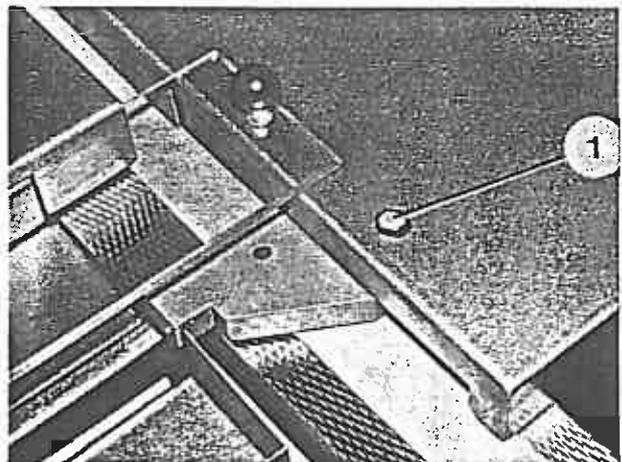

Bild 57
1. Stiftschraube (Bild 57/1) herauserschrauben.